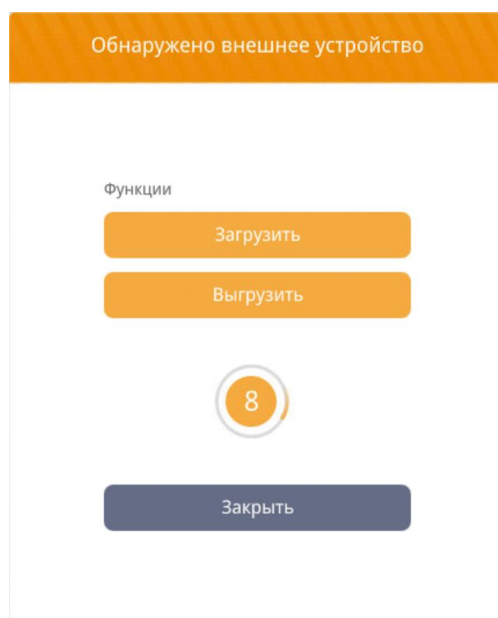

Рисунок 4.29 – Окно «Обнаружено внешнее устройство»
4. На панели оператора в окне «Обнаружено внешнее устройство» (рисунок 4.29) нажать кнопку «Загрузить».